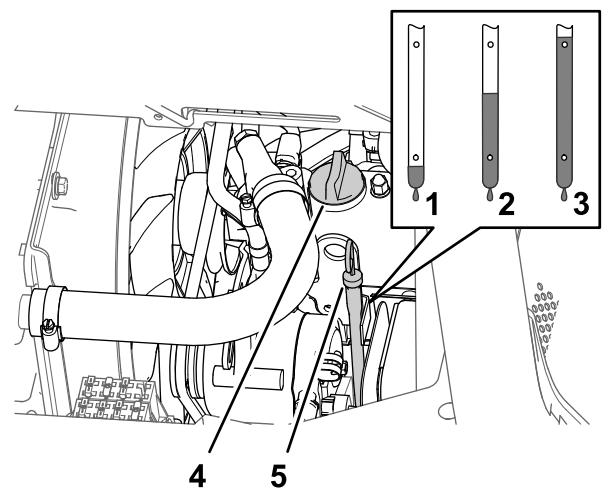

Bild 112
5. Nehmen Sie den Ölfülldeckel vom Füllstutzen an der Ventilabdeckung des Motors (Bild 112) ab und gießen Sie ungefähr 80% der angegebenen Ölmenge langsam in den Füllstutzen.
6. Nehmen Sie den Peilstab heraus und lesen den Ölstand im Motor ab (Bild 112).
Voll-Markierung am Peilstab anzuheben (Bild 112).
8. Bringen Sie den Ölfülldeckel in den Füllstutzen und den Peilstab in das Peilstabrohr (Bild 112).